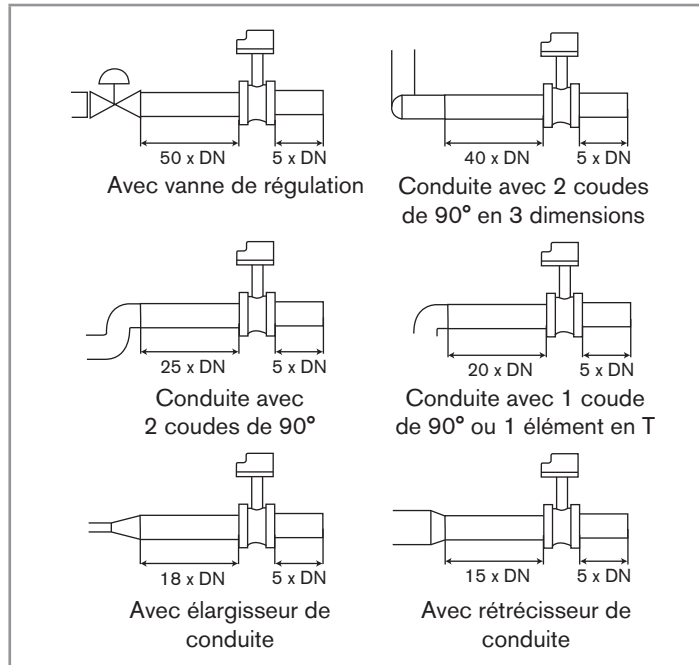

Fig. 4 : Distances amont et aval en fonction de la conception des conduites.
- Installer l'appareil sur la conduite de sorte que les distances amont et aval soient respectées, selon la Fig. 4 et la norme EN ISO 5167-1.